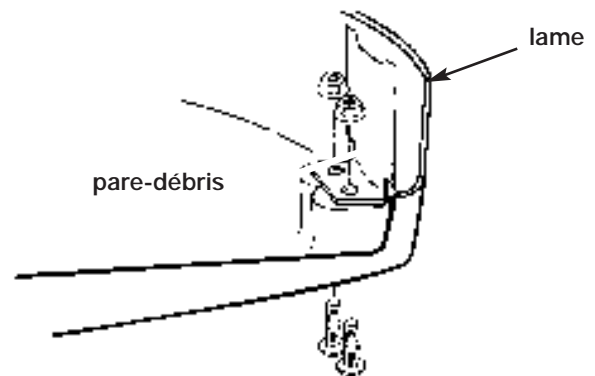

Fig. 27
1. Retirer la lame du pare-débris (Fig. 27).